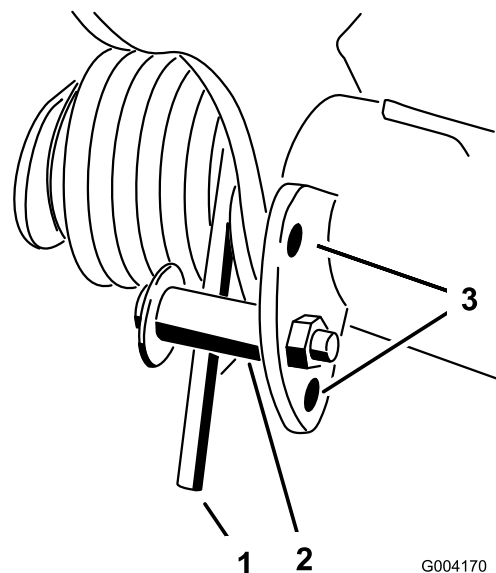

Figure 41
2. Insérez un tube ou un objet similaire sur l'extrémité longue du ressort pour détendre le ressort pendant le réglage (Figure 41).
3. Tout en détendant le ressort, retirez le boulon et le contre-écrou de fixation de l'actionneur de ressort au support (Figure 41).